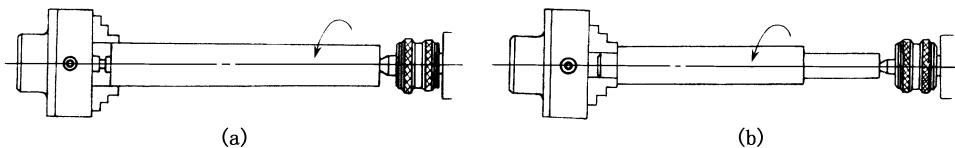

图 3-42 一夹一顶安装工件
用两顶尖装夹车削轴尖工件的优点虽然很多，但其刚性较差，尤其对粗大笨重等工件安装时的稳定性不够，切削用量的选择受到限制，这时，通常选用卡盘夹住另一端，用顶尖支撑来安装工件，即一夹一顶安装工件（图 3-42）。
(1) 当用一夹一顶的方式安装工件时，为了防止工件轴向窜动，通常在卡盘内装一个轴向限位支撑（图 3-42（a））或在工件的被夹持部位车削一个 10~20 mm 的台阶，作为轴向限位支撑（图 3-42（b））。
(2) 调整尾座，以校正车削过程中产生的锥度。
(3) 一夹一顶安装工件比较安全、可靠，能承受较大的轴向切削力，因此，它是车工常用的装夹方法。但这种方法对于相互位置精度要求较高的工件，在调头车削时校正较困难。
止切削中工件轴向窜动，通常在卡盘内装一个轴向限位支撑(图3-42(a))。在许可的情况下，也可在工件被夹持部位先车削出一个10~20 mm长的台阶作为轴向限位支撑(图3-42(b))。